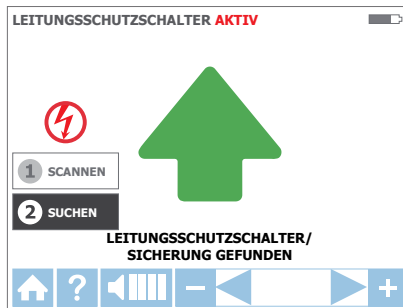

Abbildung 3.3f: SUCHEN-Modus – Leitungsschutzschalter/Sicherung ermittelt
3. Prüfen Sie sämtliche Leitungsschutzschalter/Sicherungen erneut, bis ein grüner Pfeil und ein Dauerton signalisieren, dass der richtige Leitungsschutzschalter/die richtige Sicherung gefunden/ermittelt wurde (Abbildung 3.3f).